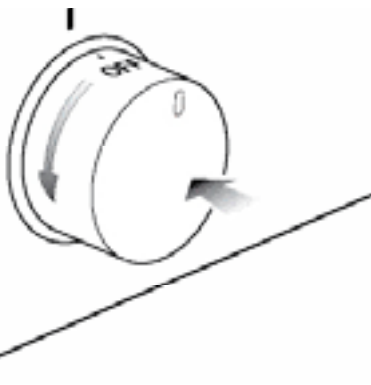

Fig. 2.2
- 1 – Poussez et tournez le bouton dans le sens antihoraire jusqu'à la position HI (ouverture maximale). Enfoncez et tenez le bouton jusqu'à ce que les flammes s'allument (fig. 2.2).